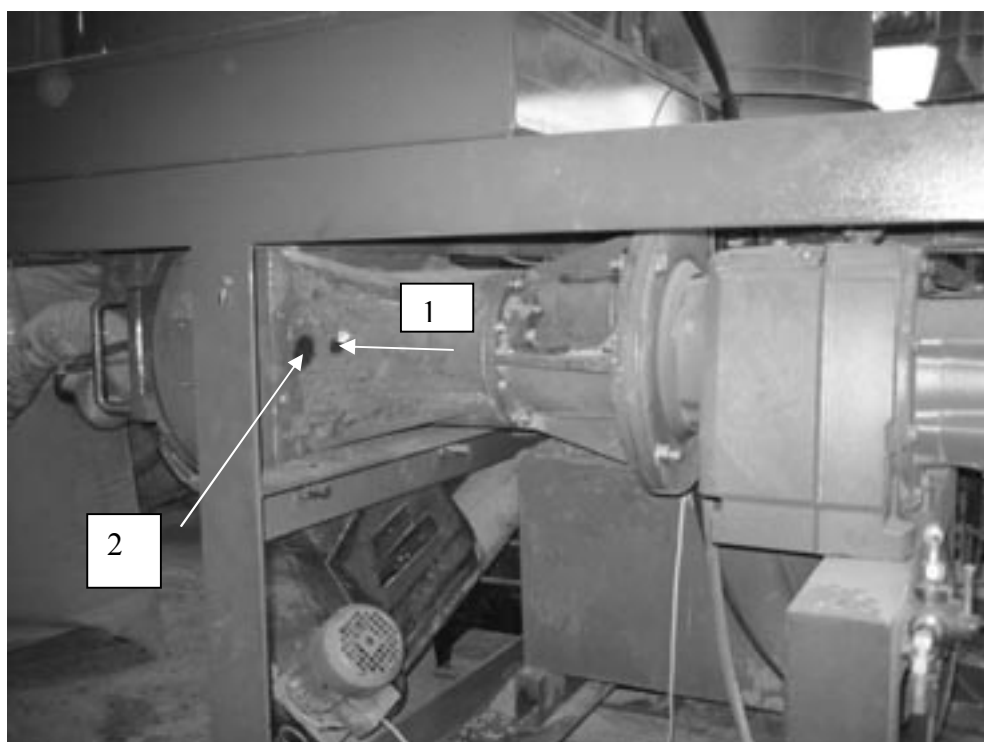

Рисунок 15
- подшипник главного вала рис. 15(1)
- проверить закрученность болтов матрицы динамометрическим ключом со значением 180 Nm. Рис.15 (2)